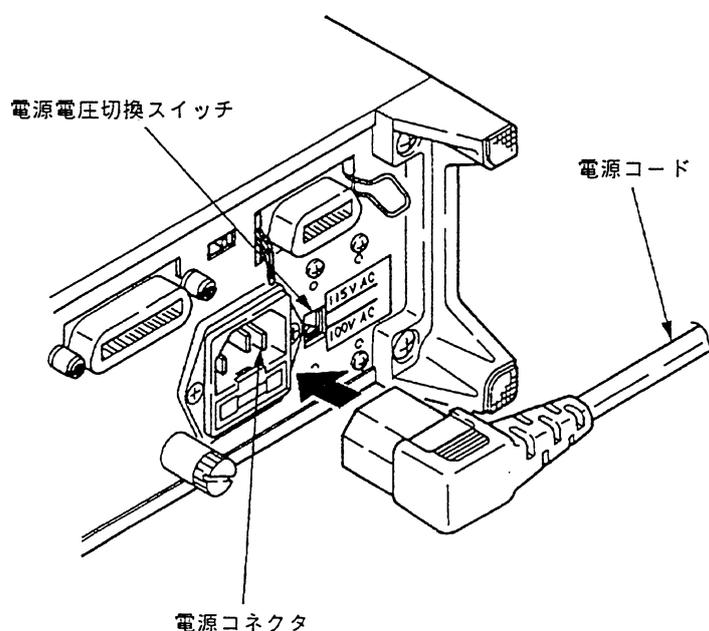

図1.3 電源への接続
(1) 電源への接続
- ① 設置場所がきまりましたら、図 1.3 に示すように、付属の電源コードを本器リアパネルの電源コネクタに接続します。
- ② 本器の電源スイッチ (フロントパネル) が OFF の状態にあることを確認した後、図 1.3 に示すように、電源コードの差し込みプラグを最寄りの電源コンセントに接続します。この際電源電圧を間違えると本器破損の原因となります。必ず、電源電圧切換スイッチの横に印刷された電圧範囲内の電源をご使用ください。